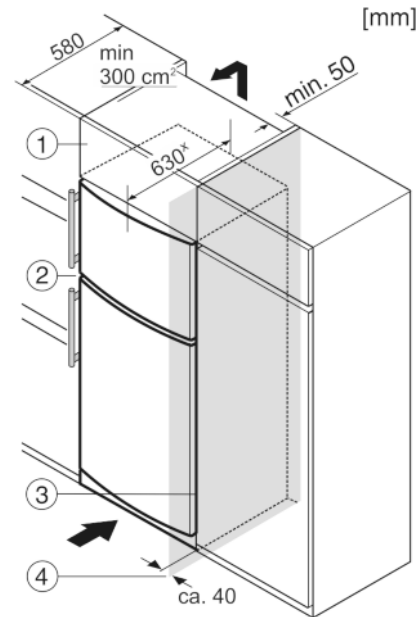

Fig. 10
L'appareil peut être intégré dans des meubles de cuisine. Pour adapter l'appareil Fig. 10 (2) à la hauteur du coin cuisine, une rehausse Fig. 10 (1) peut être posée sur l'appareil.
Lors de la transformation avec des placards de cuisine (profondeur max. 580 mm), l'appareil peut être placé directement à côté du placard Fig. 10 (3). L'appareil se trouve latéralement à 34 mm \* et au milieu de l'appareil à 50 mm \* par rapport à la façade du placard.
Si l'appareil avec les charnières est installé près d'une paroi Fig. 10 (4), la distance entre l'appareil et la paroi doit être de min. 40 mm. Ceci correspond à la saillie de la poignée avec la porte ouverte.